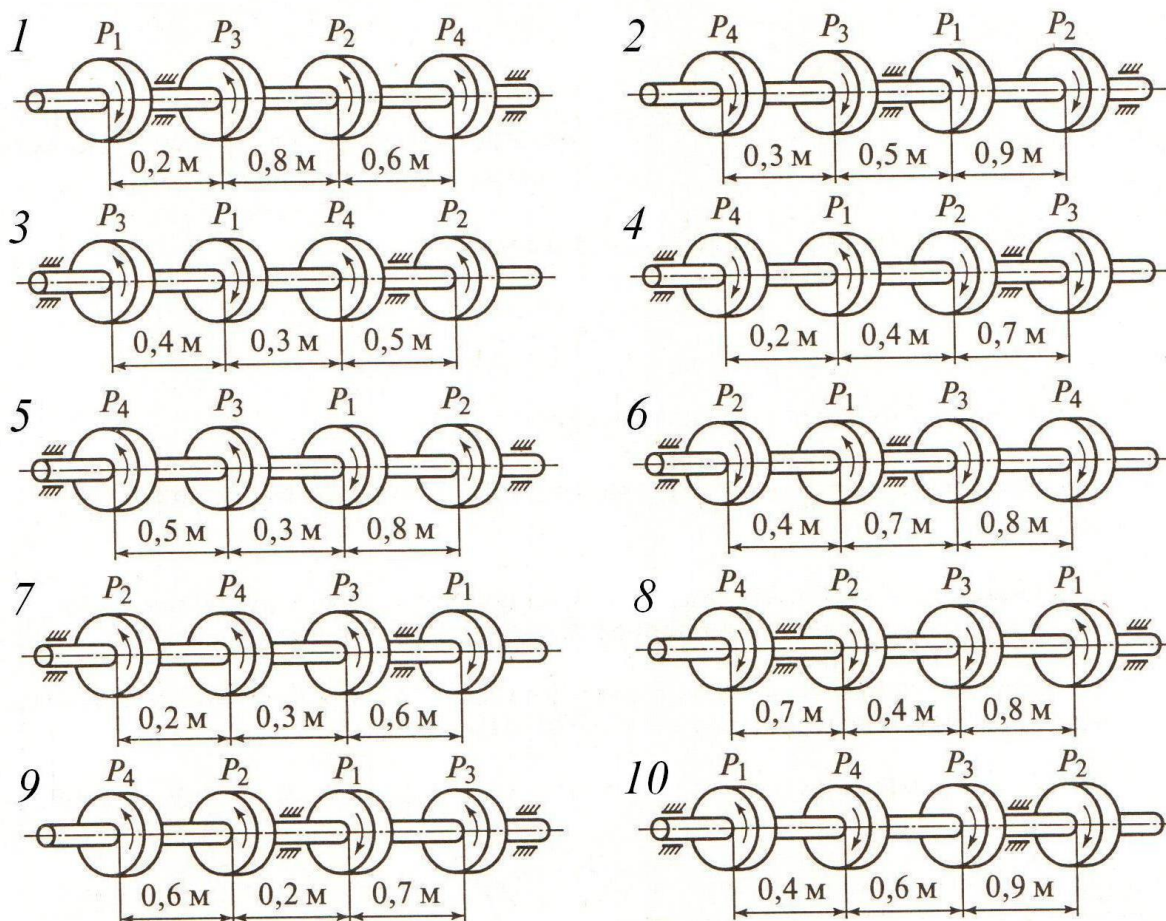

Рисунок 11
**Задача 4.** Для стального вала (рисунок 11) построить эпюру крутящих моментов; определить диаметр вала на каждом участке и полный угол закручивания.